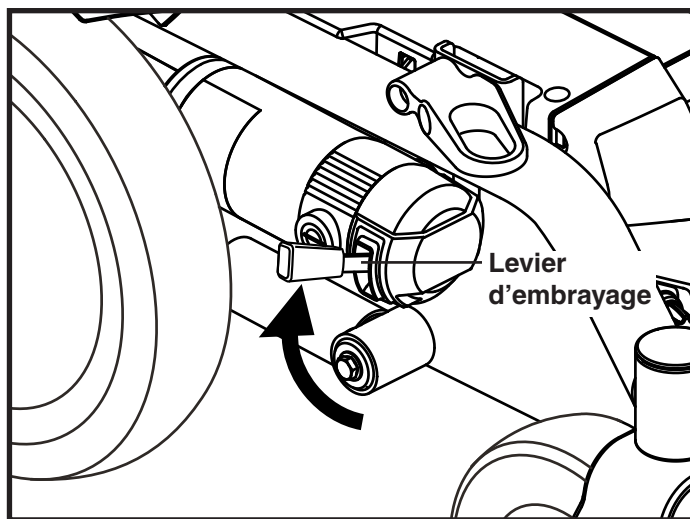

Figure 4. Mode de traction (embrayé)
3. Tirez les deux leviers vers le haut pour embrayer les moteurs. **Voir la figure 4.**